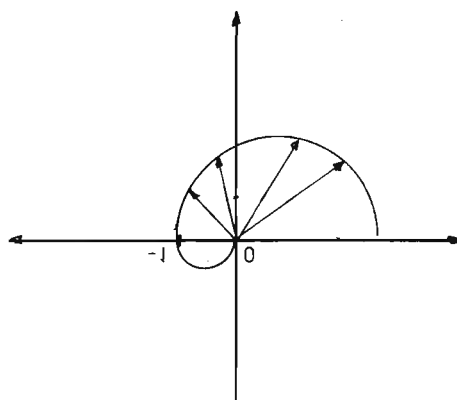

Figura 7 - Diagramma di Nyquist per ricavare la stabilità.
- 1) Si tracciano sul piano di Gauss il punto di coordinate $-1, j0$ che equivale a guadagno in catena chiusa uguale a 1 e sfasamento tra ingresso e uscita uguale a 180° (figura 7).